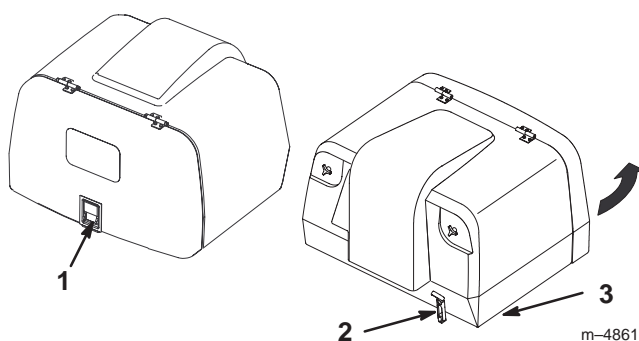

Figure 19
3. Débloquez le verrou du volet arrière (Fig. 19).
4. Débloquez le verrou à l'avant du bac à herbe (Fig. 19).
5. Soulevez le bac par l'angle inférieur avant et videz l'herbe coupée (Fig. 19).
6. Abaissez le bac à herbe. Fermez soigneusement le volet pour le verrouiller et bloquez le verrou avant (Fig. 19).